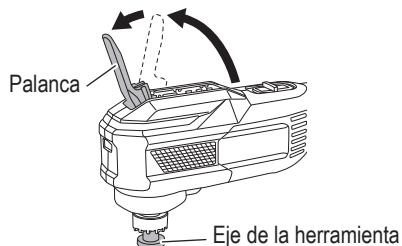

Fig. 8
- (1) Empuje la palanca hacia arriba. (Fig. 8)